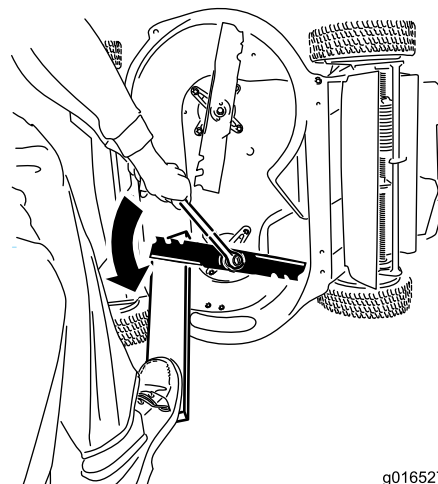

Figure 40
1. Servez-vous d'une cale en bois pour immobiliser chaque lame et dévissez le boulon de lame, comme montré à la Figure 40.